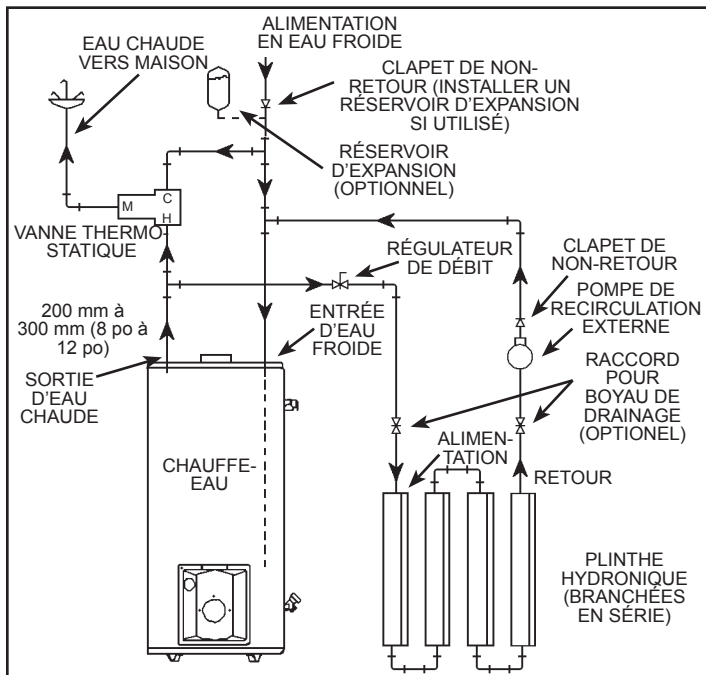

Figure 18. Chauffage combiné, plinthes
2. Une boucle de chauffage avec plinthe hydroniques à ailettes (Figure 18).